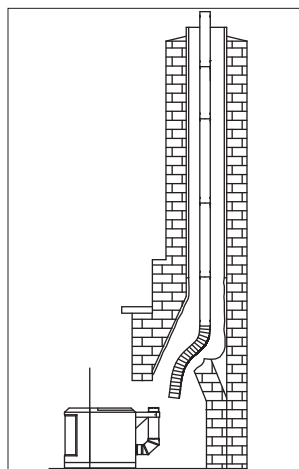

Figure 9
7. Répéter cette opération pour les autres sections de tuyau, et introduire l'ensemble vers le bas dans la cheminée comme illustré à la **Figure 9**. Le descendre sous sa position normale afin de raccorder le tuyau flexible au tuyau de l'appareil. Il pourrait être nécessaire de nouer une corde à la section supérieure pour pouvoir le remonter plus tard.